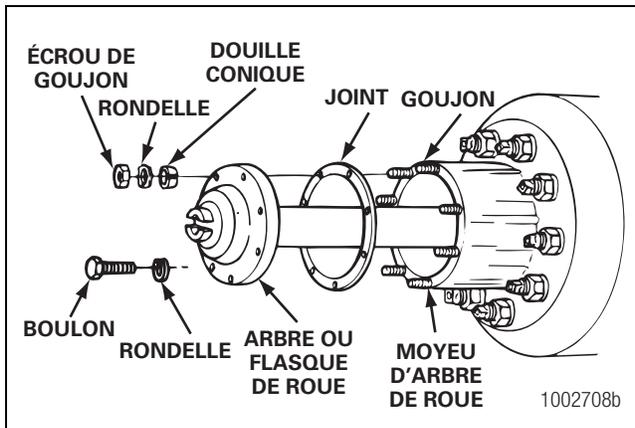

Figure 3.2
4. Retirer les goujons coniques et séparer les arbres de roue du moyeu d'essieu principal. Figure 3.2.
4. Retirer les goujons coniques et séparer l'arbre de roue du moyeu d'essieu principal. Figure 3.2.